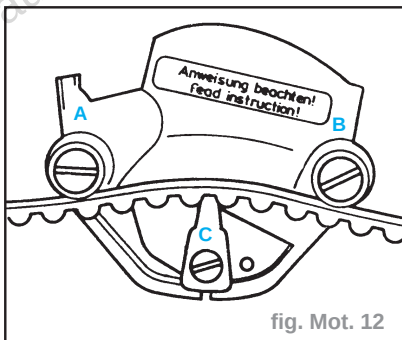

fig. Mot. 12
- La courroie crantée doit passer entre les points **A**, **B** et **C**. le tendeur **C** doit engrener dans un entredit (fig. Mot. 12).